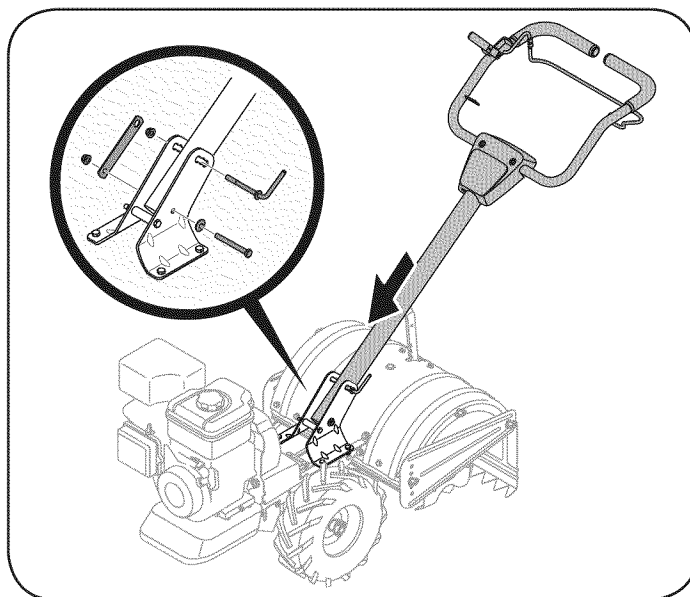

Figura 1
1. Instale la manija de la cultivadora utilizando las piezas preinstaladas en los soportes de montaje de la manija. Las piezas son un perno hexagonal de 5/16-18 x 3.00", un conjunto de manivela, un soporte de retención y dos tuercas de seguridad con brida de 5/16-18. Retire estas piezas de los soportes de montaje de la manija de la cultivadora. Consulte el recuadro de la Figura 1.
2. Coloque la manija en sus soportes de montaje, alineando los orificios ya perforados. Inserte el perno hexagonal de 5/16-18 x 3.00" en el orificio inferior pasándolo de izquierda a derecha. Coloque el extremo con el orificio redondo del soporte de retención hexagonal sobre el perno y asegure sin apretar con la arandela campana y la tuerca de seguridad con brida de 5/16-18 que retiró anteriormente. Consulte el recuadro de la Figura 1.
3. Instale la varilla de ajuste de la manivela en el orificio superior del soporte de montaje del lado izquierdo del conjunto de la manija, asegurándola con la otra tuerca de seguridad retirada anteriormente. Calce el extremo hexagonal del soporte de retención sobre la tuerca de seguridad con brida. Vea la Figura 1.